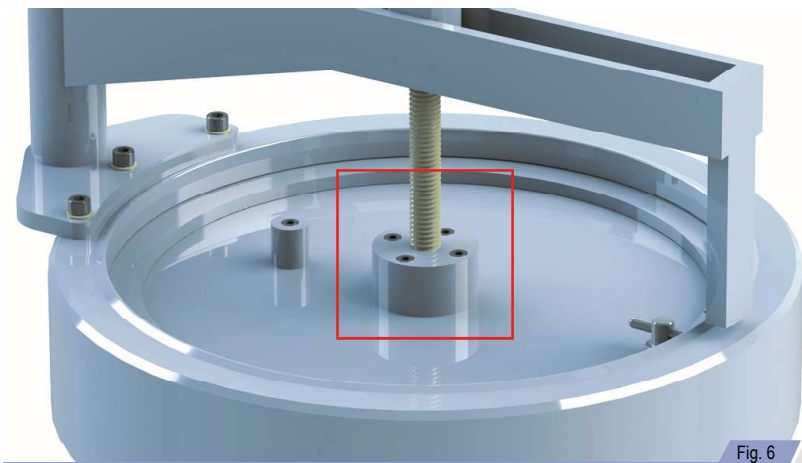

Fig. 6
4. Bajar el esparrago de elevación y enroscarlo en el alojamiento roscado del tapón. Apretar el mismo con la tuerca fija o barra transversal. Ver fig. 6.